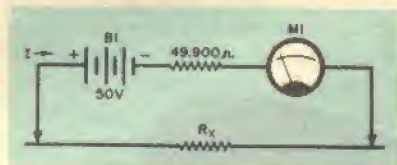

Fig. 9
**Misura delle resistenze** - Sempre lo stesso equipaggio dello strumento può venire utilizzato per misurare resistenze, ma in questo caso richiede un componente in più: una batteria. Consideriamo ancora il nostro strumento da 1 mA, con 100 Ω di resistenza, e colleghiamo una batteria da 50 V in serie ad un filo come indicato in fig. 9: nuovamente entra in azione la legge di Ohm. Noi sappiamo che abbiamo a disposizione 50 V nel circuito e che l'equipaggio mobile dello strumento non deve essere sottoposto ad una corrente superiore a 1 mA, perciò noi possiamo immediatamente calcolare un minimo di resistenza che potrà venire incluso nel circuito in modo da limitare la corrente al valore di 1 mA; sarà  $R = E/I$ , ossia  $R = 50/0,001$ , e quindi  $R = 50.000 \Omega$ . Siccome lo strumento stesso ha già una resistenza interna di 100 Ω, noi dovremo aggiungere soltanto una resistenza di 49.900 Ω in serie.